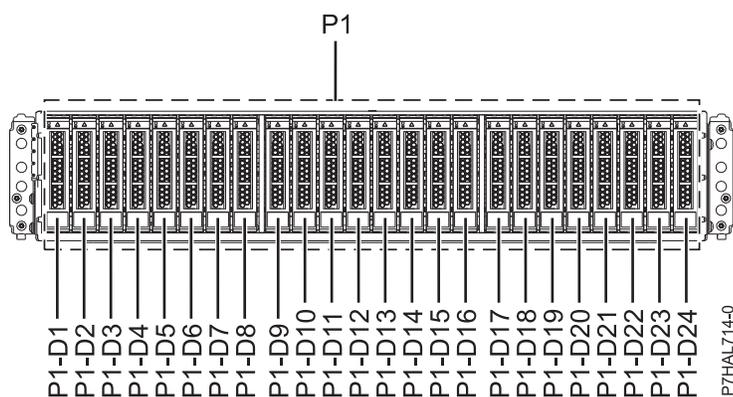
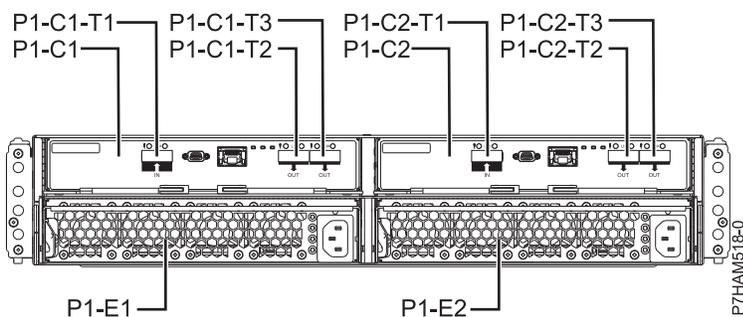

Figura 31. Vista frontal del Alojamiento de unidad de disco 5887 que muestra las ubicaciones de las unidades de disco.
Figura 32. Vista posterior del Alojamiento de unidad de disco 5887
5. Identifique la pieza y el alojamiento a los que desea aplicar el servicio. Las ranuras de unidad de disco y SSD están ubicados en la parte frontal del alojamiento. La Figura 31 y la Figura 32 en la página 35 muestran la vista frontal y la vista posterior del alojamiento y las ubicaciones de las unidades de disco en el alojamiento.